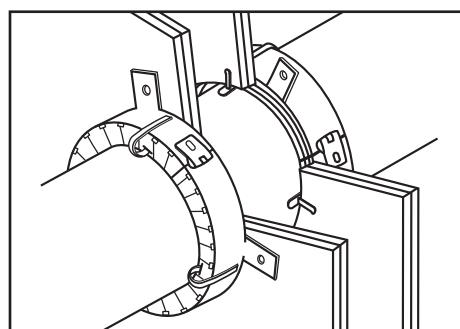

Figura 6: aplicación en paredes de yeso o bloques de hormigón.
- A. El PPD debe instalarse a ambos lados de la pared. Repita todos los pasos anteriores para instalar el segundo PPD (Figura 6).